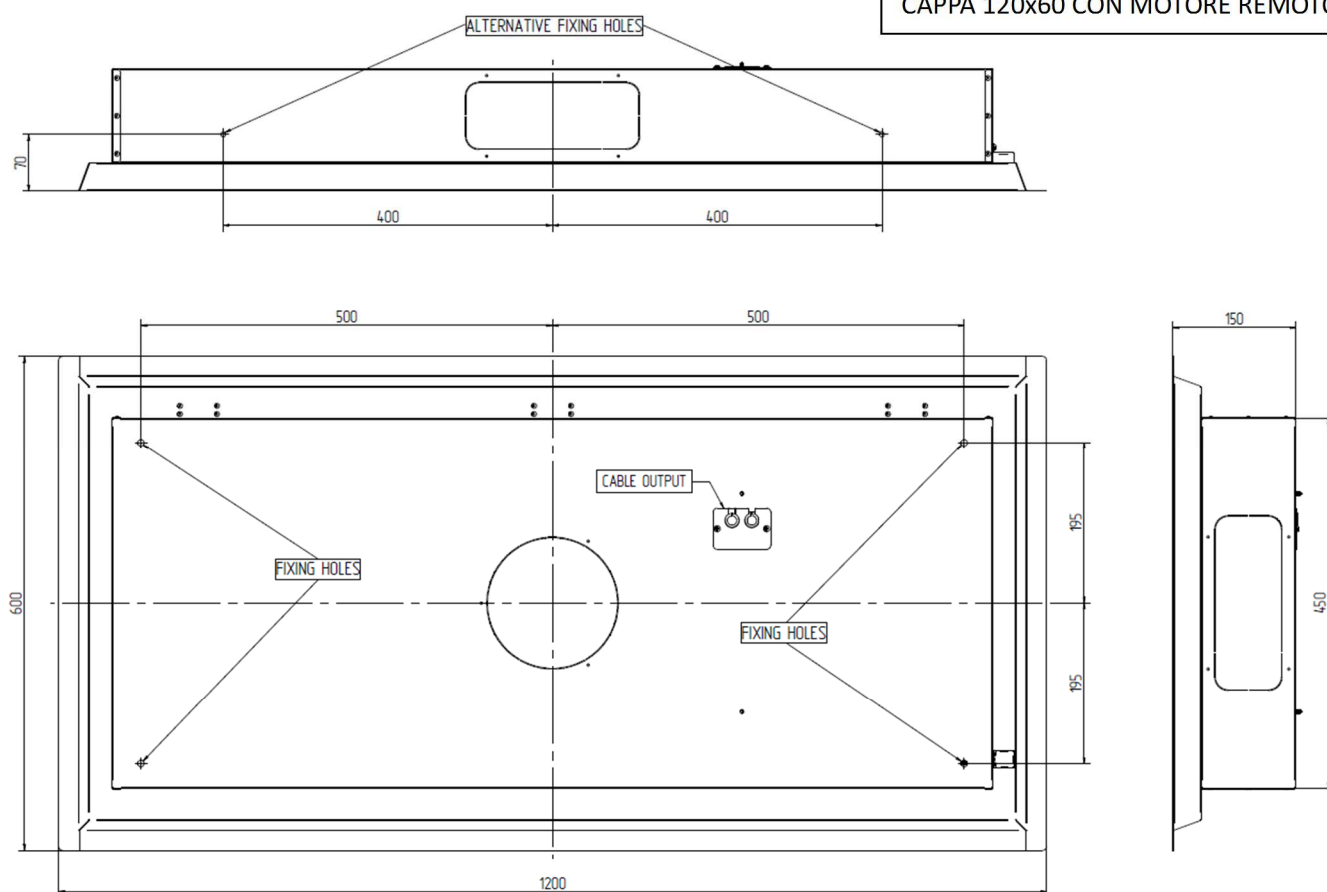

Fig. 2
- 3) Bohren Sie die Decke, um die Dübel mit den angegebenen Maßen entsprechend dem erworbenen Modell zu befestigen. (Abb. 2)